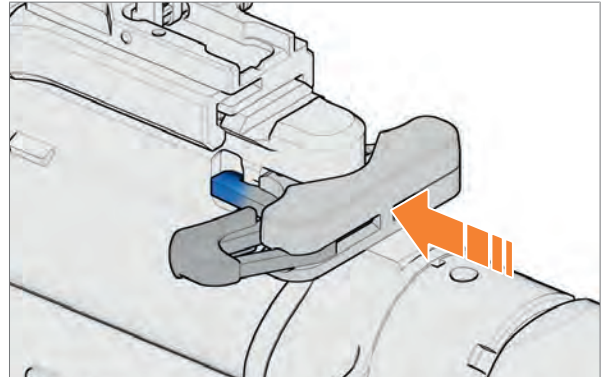

Abb. 22: Durchladehebel arretieren
- › Durchladehebel vollständig nach vorne schieben und arretieren (Abb. 22).